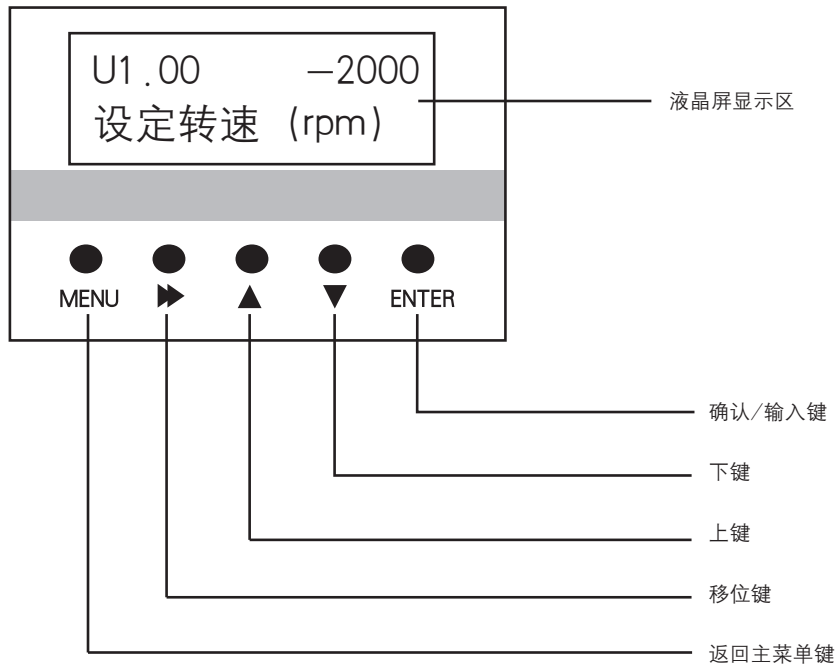

图3-15 OP-S6操作器示意图
0.4~18.5kw驱动器的操作器主要由液晶屏显示区和按键两个部分组成，其外形及各功能区如图3-15所示。